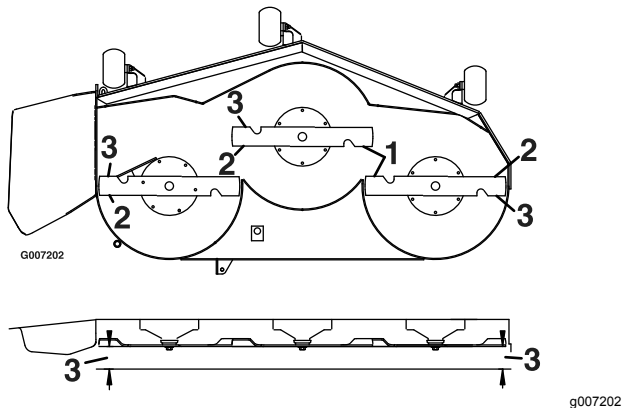

Figure 61
4. Mesurez la distance entre les tranchants extérieurs et le sol plat (Figure 61).